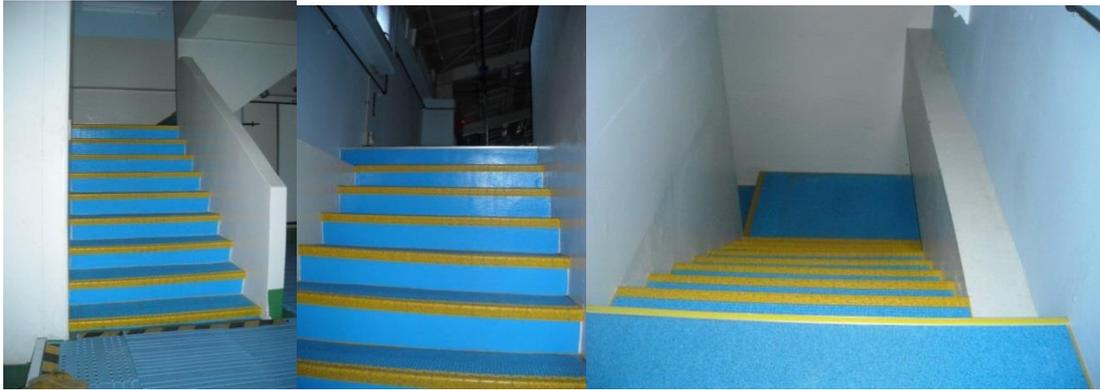

図 5-1 プールへの階段
**搬入出：** クレーンを使わずに、プールへの搬入出ができるようにしてください。図 5-1 に示す階段を使って、プールのある2階まで運んでいただきます。危険がある場合、当日のスタッフの判断により搬入を認めない場合もありますので、心配があれば事前にご相談ください。